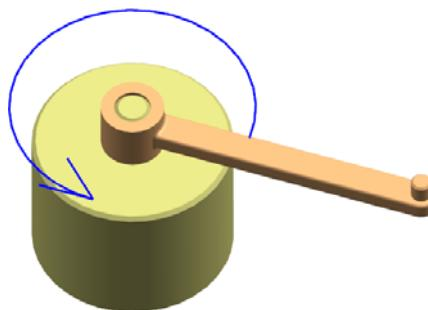

图 9.3.4 定义标量扭矩
(4) 单击 **确定** 按钮, 完成标量扭矩的定义, 符号如图 9.3.4 所示。